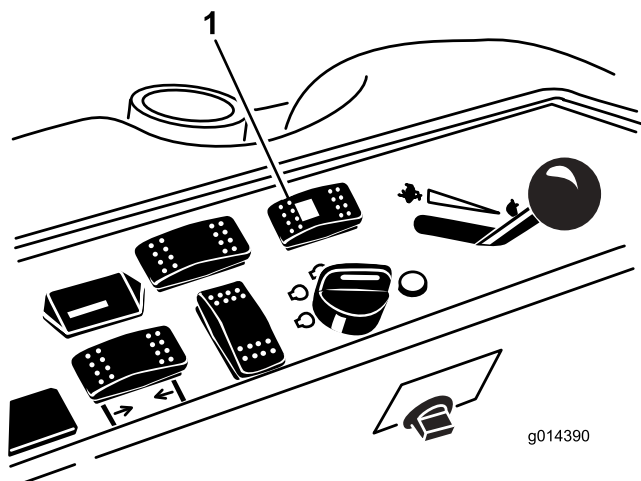

図 52
1. 切り換えスイッチ (図 52) の後側を押す (4輪操舵にセット)。